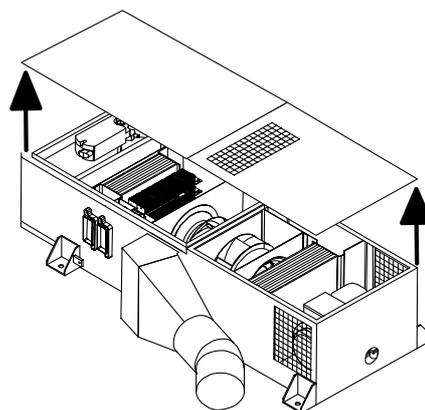

Fig. D.8: Sollevare il coperchio
- elemento di trattamento dell'aria pos. 1
- compressore/condensatore pos. 2
4. sollevare con cautela il coperchio dell'involucro (vedere figura D.8).